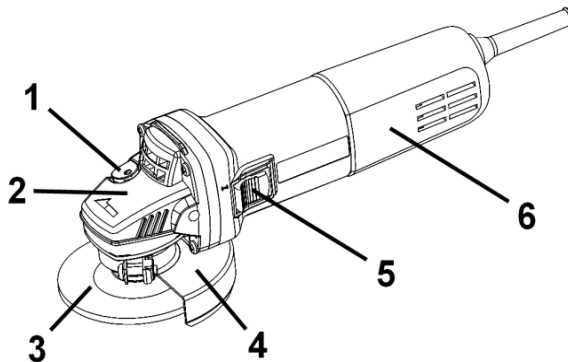

Рисунок 1
2.2.1 Конструкція виробу складається з одноступеневого редуктора з конічними шестернями в металевому корпусі (2), який приєднаний до пластикового несучого корпусу з колекторним двигуном змінного 1-фазного струму, перемикачем (5), мережевим шнуром живлення згідно з
рис.1. Вихідний вал редуктора розташований перпендикулярно осі двигуна і є робочим шпинделем для приєднання змінних насадок (абразивних дисків) (3) з фіксацією затискною гайкою, або накрученими на шпindel. На металевому корпусі (2) хомутівим з'єднанням закріплені захисний кожух (4) з можливістю фіксованого позиціонування по колу. Для фіксації шпинделя під час зміни дисків (3) в корпусі редуктора (2) передбачений кнопковий фіксатор (1). Електрична частина виробу складається з колекторного однофазного електродвигуна змінного струму, вимикача електроструму, з'єднувальних проводів і мережевого шнура. Захист від ураження електричним струмом користувача у виробу відповідає класу II за ДСТУ EN 61140:2015.